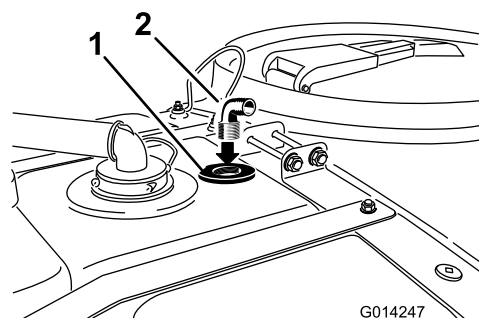

图16
4. 将 90 度接头装入冲洗喷嘴隔板的螺纹孔中（图16）。